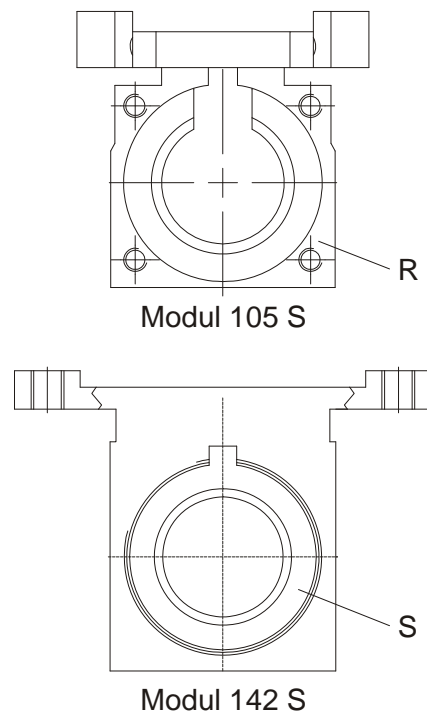

Abbildung 36: Mitnehmer Modul 105S und Modul 142S
- Mitnehmer von Spindelmutter trennen, dazu muß beim Modul 105 S die Druckplatte (**R**) beim Modul 142 S der Gewinding (**S**) (siehe *Abbildung 36, Seite 37*) vom Mitnehmer entfernt werden